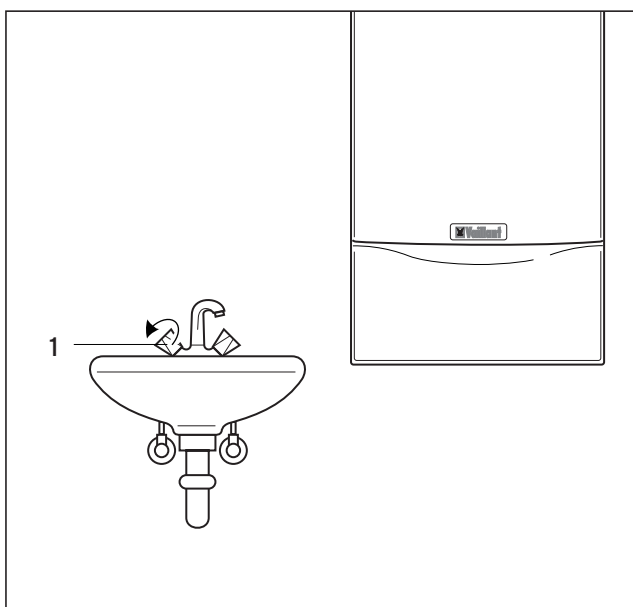

Abb. 3.10 Warmwasser zapfen (VCW-Geräte)
3.3.3 Warmwasser zapfen (Abb. 3.10)